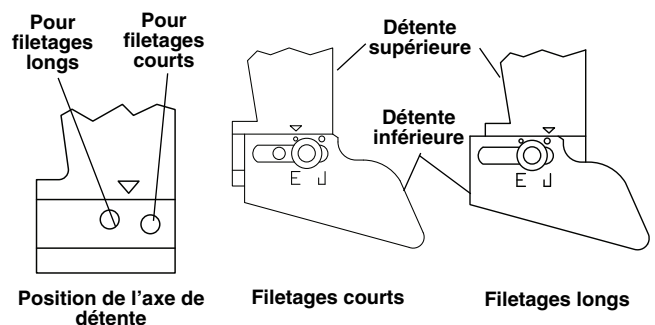

Figure 18 – Réglage de la longueur de filetage
2. Pour les filetages de petite longueur, amenez la détonne inférieure vers l'axe de la machine. Pour les filetages longs, éloignez-la de l'axe (la Figure 18 indique les réglages d'usine). Les filetages longs sont généralement préférés dans l'Extrême Orient, et les filetages courts en Europe. Réglez-les en conséquence.